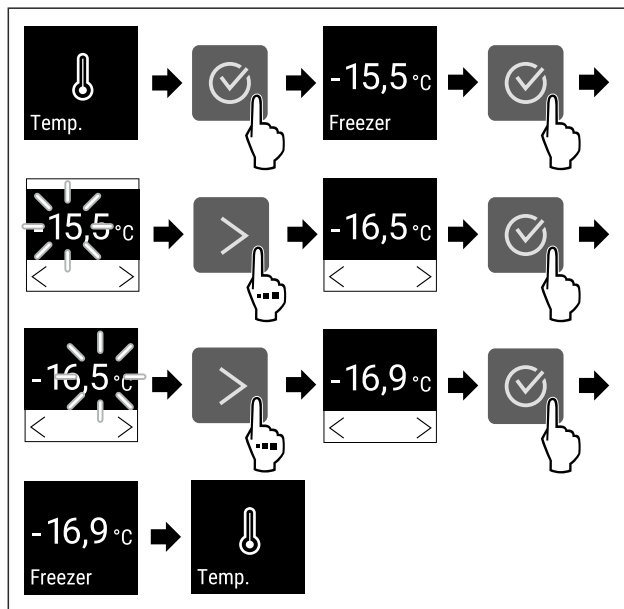

Fig. 66 Schimbarea temperaturii de la -15,5°C la -16,9°C
- ▶ Efectuați pașii de acțiune (vezi Fig. 66).